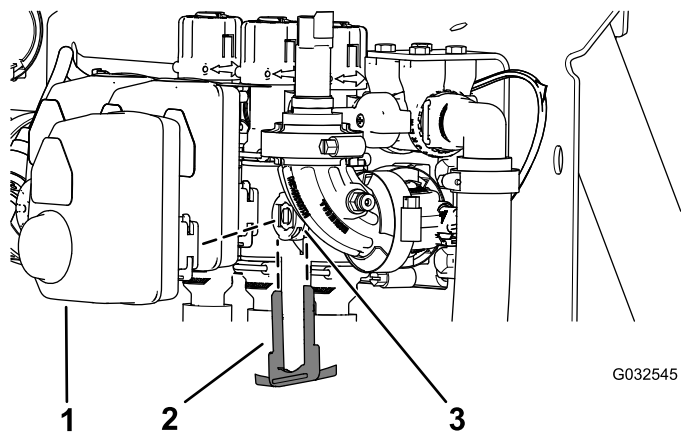

図 122
2. アクチュエータを個別ブームバルブまたは攪拌バルブ用のマニホルドバルブに固定しているリテーナを外す 図 122。